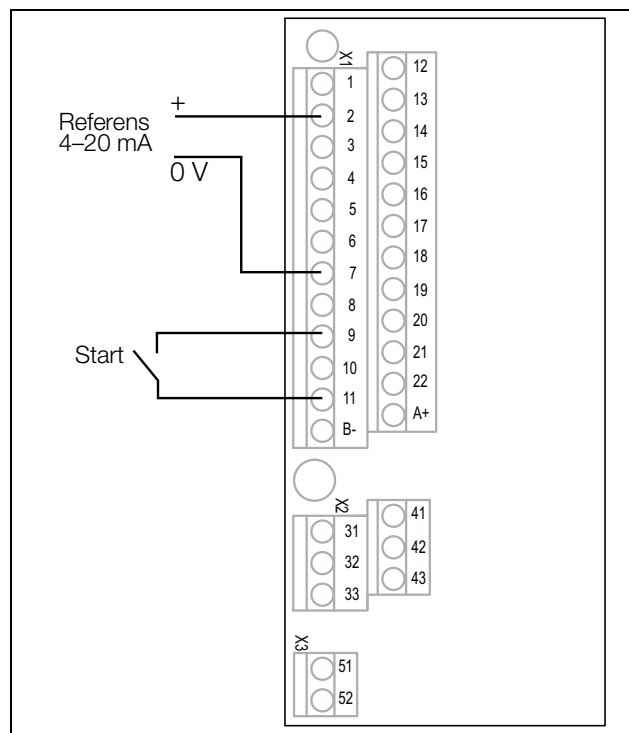

Fig. 74 Kabeldragning.
2. Anslut ett referensvärde mellan plint 7 (signaljord) och 2 (AnIn 1) som i Fig. 74.
3. Anslut en extern startknapp mellan plint 11 (+24 VDC) och 9 (DigIn2, StartFram) enligt Fig. 74.
15. Anslut digitala och analoga in- och utgångar enligt Fig. 74.